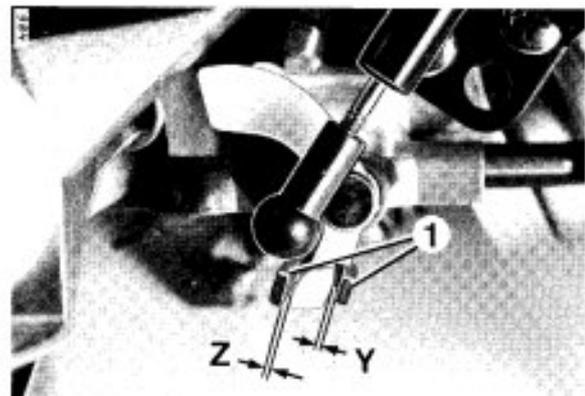

Bild 40
2. FREIGABE UND ZWANGSRÜCKNAHME DER II. STUFE (Bild 40)
- Abstände „Y“ und „Z“ durch Biegen der Gabel (1) einstellen.